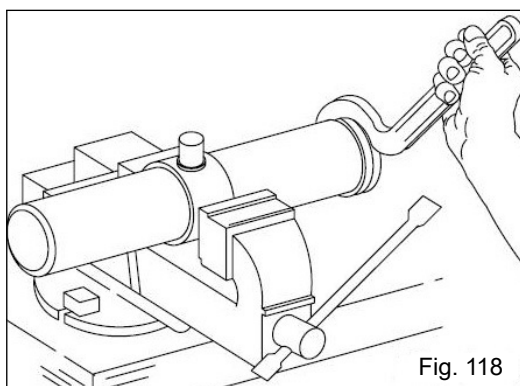

Fig. 118
- Fixe o cilindro em uma morsa (Fig. 118) e com uma chave especial, solte a porca do guia, retirando a haste com o êmbolo;